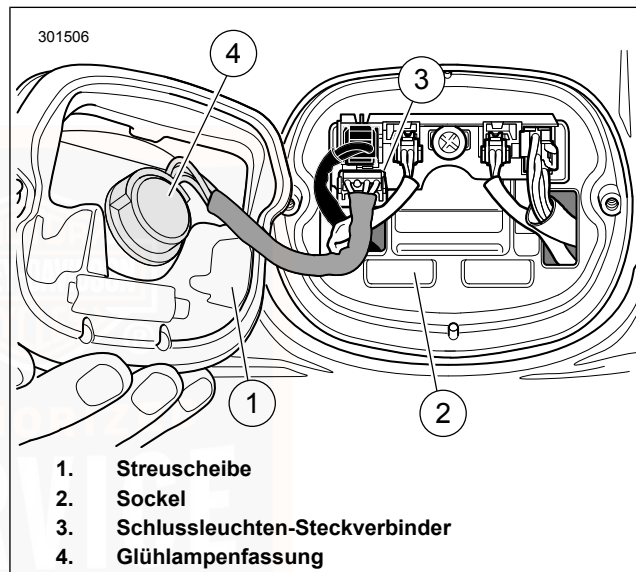

Abbildung 98. Schlussleuchtenbaugruppe
2. Siehe Abbildung 98. Den Schlussleuchten-Steckverbinder (3) abklemmen.
3. Die Glühlampenfassung (4) um eine Vierteldrehung nach links drehen und aus der Schlussleuchte nehmen. Die Glühlampe entfernen.
2. Siehe Abbildung 98. Fassung (4) in die Schlussleuchtenbaulampe einstecken. Eine Vierteldrehung im Uhrzeigersinn drehen.
3. Den Schlussleuchten-Steckverbinder (3) einstecken.